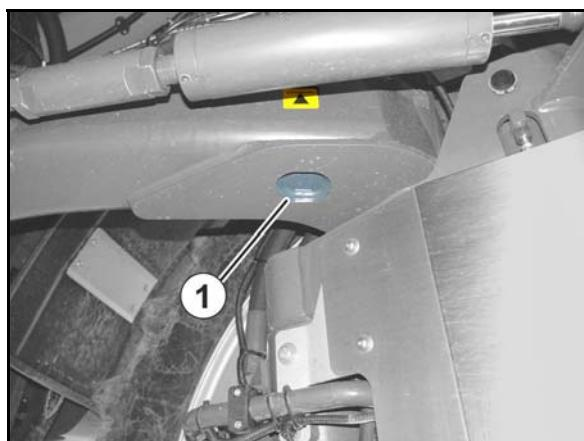

Рис. 171
- Следите за тем, чтобы домкрат надежно располагался в гнезде (Рис. 171/1).